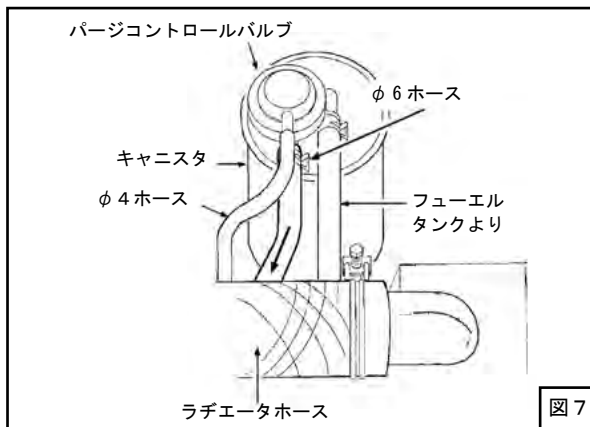

図5
- (3) サクションホースに $\phi 29$ ゴムキャップを取付けてください。(図5)